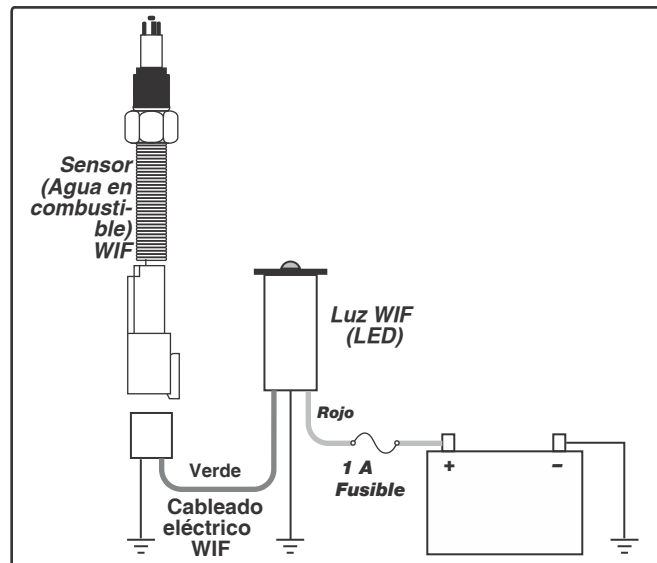

Figura 3 - Cableado del WIF
6. Localice la fuente de energía de 12 VDC o 24 VDC. Dirija el cable rojo de la fuente de energía hacia el cable rojo de 4" (101,60 mm) en el LED WIF. Añada un fusible en línea 1 A (no incluido). (Consulte la Figura 3).